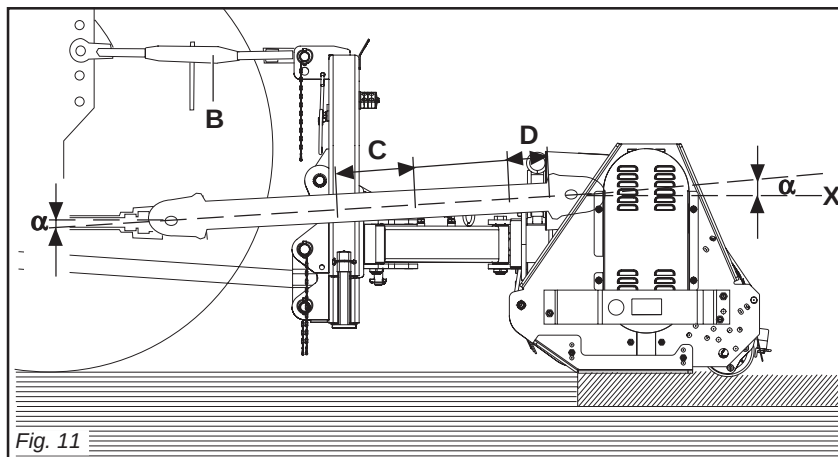
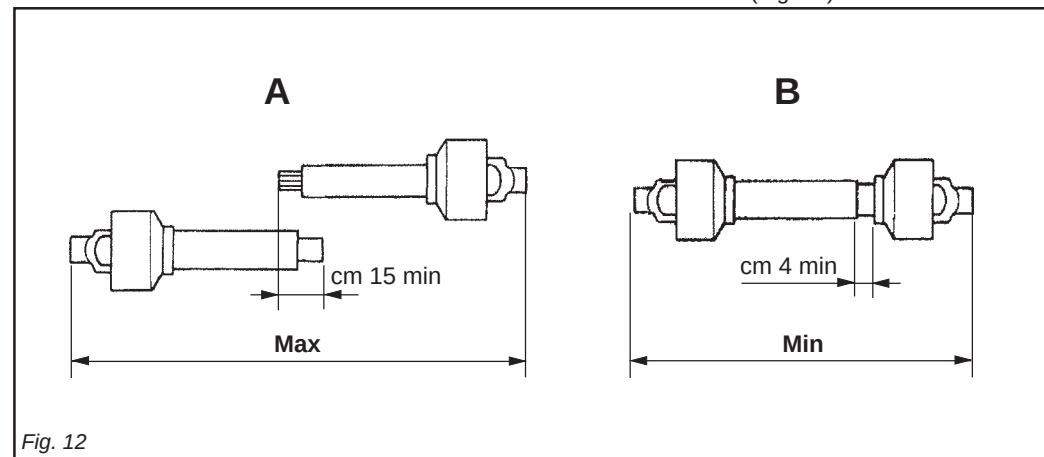

Fig. 11
Fig. 12
Per fare ciò aumentare o diminuire la lunghezza della barra superiore dell'attacco (B Fig. 11) in modo da portare l'asse (X Fig. 11) della ghiera scanalata della scatola parallela al suolo.
- I due angoli (α Fig. 11) formati dalle assi delle forcelle e l'asse dei tubi scorrevoli saranno uguali e non dovranno superare i 10°.
- La copertura (C Fig. 11) dei tubi scorrevoli deve essere di 15 cm minimo (Fig. 12).
To achieve this, increase or decrease the length of the top bar of the hitch (B Fig. 11) so as to set the axis (X Fig. 11) of the housing's grooved ring nut parallel to the ground.
- The two angles (α Fig. 11) formed by the fork axes and the axis of the sliding tubes will be equal and must not exceed 10°.
- The sliding tubes (C Fig. 11) must overlap by at least 15 cm (Fig. 12).
L'attelage est correct quand dans la position de travail la machine est horizontale. Pour obtenir cette condition augmenter ou diminuer la longueur de la barre supérieure de l'attelage (B Fig. 11) de manière à ce que l'axe (X Fig. 11) de la bague cannelée de la boîte soit parallèle au sol.
- Les deux angles (α Fig. 11) formés par les axes des fourches et l'axe des tubes coulissants doivent être identiques et ne doivent pas dépasser 10°.
- La couverture (C Fig. 11) des tubes coulissants doit être au minimum de 15 mm (Fig. 12).
Um dies zu erhalten, die Länge der oberen Kupplungsstange (B Abb. 11) erhöhen oder verringern, bis die Achse (X Abb. 11) der Keilmutter des Gehäuses parallel zum Boden steht.
- Die beiden Winkel (α Abb. 11), die aus den Achsen der Gabeln und der Achse der Gleitrohre bestehen, müssen gleich groß sein und dürfen auf keinen Fall größer als 10° sein.
- Die Überdeckung (C Abb. 11) der Gleitrohre muss mindestens 15 cm ausmachen (Abb. 12).
El enganche es correcto cuando la máquina está horizontal en posición de trabajo. Para ello aumentar o disminuir la longitud de la barra superior del enganche (B Fig. 11) en modo de llevar el eje (X Fig. 11) de la tuerca ranurada de la caja paralela al terreno.
- Los dos ángulos (α Fig. 11) formados por los ejes de las horquillas y el eje de los tubos corredizos serán iguales y deberán superar los 10°.
- La cobertura (C Fig. 11) de los tubos corredizos debe ser como mínimo de 15 cm (Fig. 12).
- I due tubi dell'albero di trasmissione a cardano non si devono ricoprire completamente, una corsa di sicurezza (D Fig. 11) di 4 cm minimo deve sussistere.
- Gli angoli (α Fig. 11) dei cardani non devono essere superiori a 40° (Fig. 11). Se non si raggiungono questi due risultati:
- *The two tubes of the driveline shaft must not fully overlap. There must always be a safety travel (D Fig. 11) of at least 4 cm.*
- *The angles (α Fig. 11) of the drivelines must not exceed 40° (Fig. 11).*
- Les deux tubes de l'arbre de transmission à cardans ne doivent pas se recouvrir complètement, il doit rester une course de sécurité (D Fig. 11) de 4 cm au minimum.
- Les angles (α Fig. 11) des cardans ne doivent pas être supérieurs à 40° (Fig. 11).
- Die beiden Rohre der Gelenkwelle dürfen sich nicht ganz überdecken. Es muss noch einen Sicherheitshub (D Abb. 11) von mindestens 4 cm geben.
- Die Winkel (α Abb. 11) der Gelenkwellen dürfen nicht größer als 40° sein (Abb. 11).
- Los dos tubos del árbol de transmisión de cardán no se deben cubrir completamente, debe quedar una carrera de seguridad (D Fig. 11) de 4 cm como mínimo.
- Los ángulos (α Fig. 11) de los cardanes no deben ser superiores a 40° (Fig. 11). Si no se presentan estas dos condiciones:
Quando l'albero cardanico è sfilato al massimo, i due tubi devono sovrapporsi per almeno 15 cm. Quando esso è inserito al massimo, il gioco minimo consentito deve essere di 4 cm (Fig. 12).
When the cardan shaft is fully extended, the two tubes must overlap by at least 15 cm. When fully inserted, the minimum play must be 4 cm. (Fig. 12).
Quand l'arbre à cardans est déboîté au maximum, les deux tubes doivent se superposer d'au moins 15 cm. Quand il est entièrement rentré, le jeu minimum admissible doit être de 4 cm. (Fig. 12).
Wenn die Gelenkwelle so weit wie möglich auseinandergezogen ist, müssen die beiden Teile sich noch um wenigstens 15 cm überlappen. Wenn die beiden Teile ganz zusammengesoben sind, muß das kleinstmögliche Spiel 4 cm ausmachen. (Abb. 12).
Cuando el árbol cardánico está extraído al máximo, los dos tubos deben superponerse por lo menos 15 cm. Cuando está inserido al máximo, el juego mínimo permitido debe ser de 4 cm. (Fig. 12).